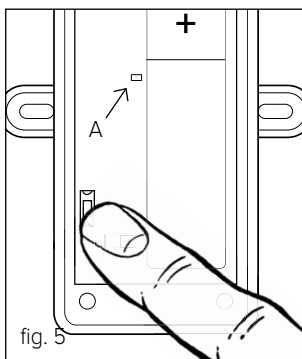

fig. 5
- Premere il tasto sulla scheda della sonda esterna fino a quando il led rosso A si accende per circa 2 secondi (fig. 5), premere nuovamente il tasto per inviare al ricevitore il valore della temperatura misurata.